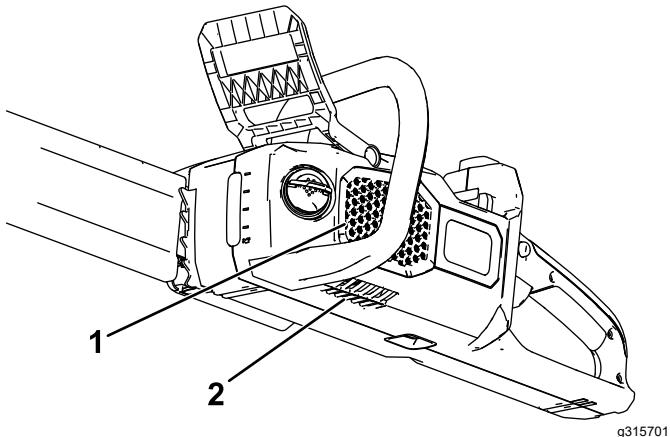

Figure 8
- Assurez-vous que les événements sur la tronçonneuse sont exempts de poussière et de débris (Figure 8).